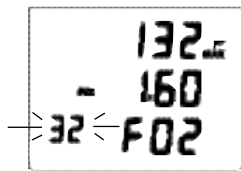

Fig. 20B - IMPOSTAZIONE
- Tenendo premuto il pulsante S (a lato) lo scorrimento riprende dal 32 (Fig. 20B) al 50%, quindi si blocca sul valore AIR (o 21%).